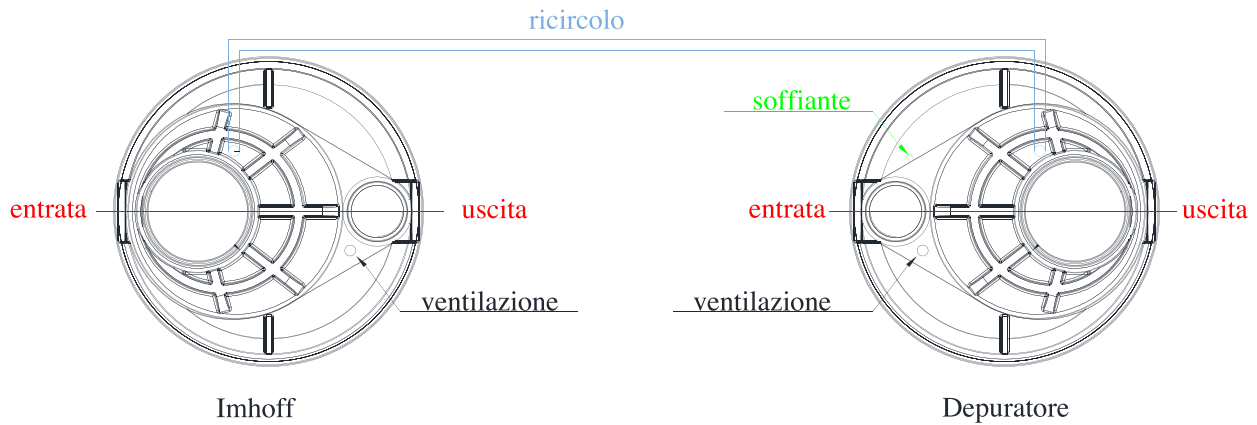

Fig.2 – Posizionamento collegamenti biogas-ventilazione, soffiante e ricircolo
5.2. Collegamento uscite biogas (ventilazione) (Fig.2)
- il collegamento deve essere effettuato utilizzando fascette di acciaio inox e tubo tipo rinforzato in gomma da $\frac{3}{4}$ " (19mm) o superiore, proteggendolo da schiacciamento e strozzature. Il collegamento al depuratore avverrà in corrispondenza del raccordo identificato dalla targhetta o scritta "soffiante" (Fig.2).